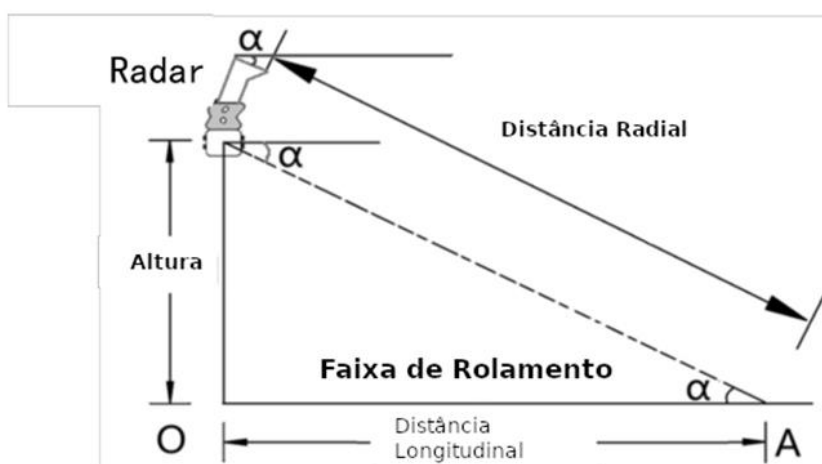
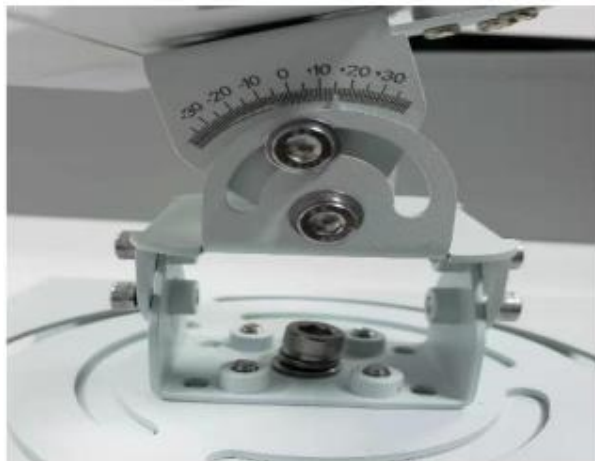

Figura 2 – Diagrama de ajuste do Ângulo de Inclinação
Figura 5 – Detalhe do Ângulo de Inclinação do Radar
- 2) Combinado com a altura de instalação, conforme mostrado na Figura 2, ajuste a atitude do radar de modo que o ângulo de inclinação α do radar seja igual ao valor do ângulo fornecido na tabela, e o ângulo de inclinação final seja $(\gamma + \alpha)$ na escala lateral, com o erro permitido de $\pm 1^\circ$. Se o radar for instalado a uma altura de 7 metros H, o ângulo de inclinação inicial é 0° e o ângulo de inclinação do radar $(\alpha + \gamma)$ é 15° (Figura 5).